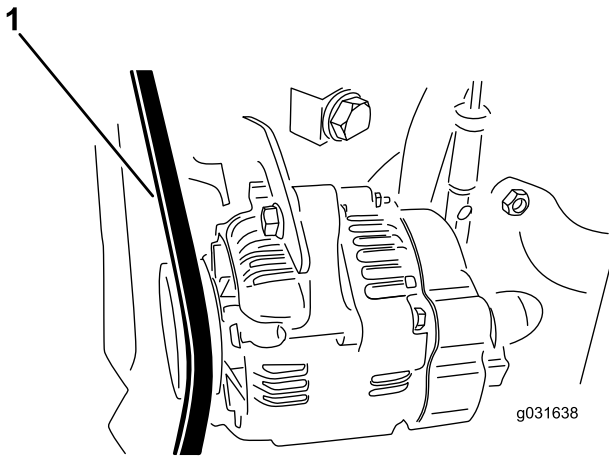

Figure 61
2. Appliquez une force de 30 N·m (22 po-lb) sur la courroie d'alternateur, à mi-chemin entre les poulies (Figure 61).